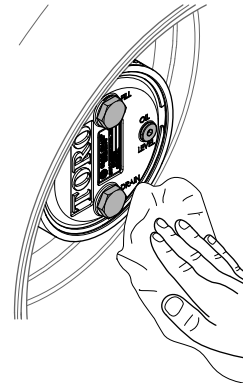

Figura 64
3. Limpie los alojamientos del freno y de los engranajes planetarios (Figura 64).